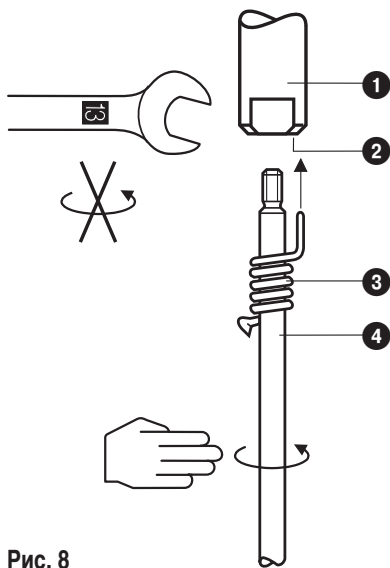

Рис. 8
1. Ввинтить удлинитель электрода ④ в измерительный электрод ①. **Рис. 8**
3. Пометить размер на удлинителе электрода ④.
4. Вывинтить удлинитель электрода ④ из измерительного электрода ① и укоротить.
5. После визуального контроля прочно ввинтить удлинитель электрода ④ в измерительный электрод ①. Передвинуть пружинный стопор ③ на удлинителе электрода ④ так, чтобы он зафиксировался в отверстии ②.